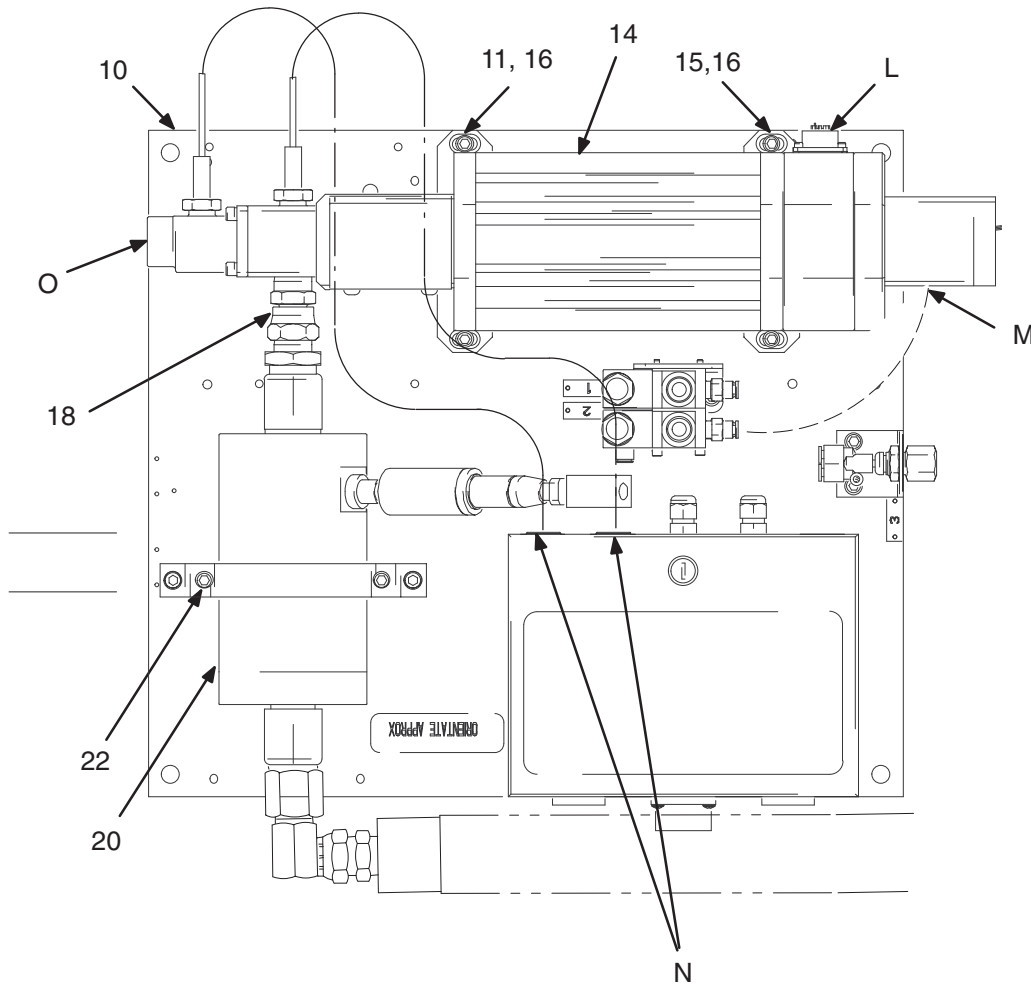

Fig. 14
1. Coloque la válvula dosificadora (14) en la placa de montaje (10). Sujétela con las ménsulas delantera y trasera de la válvula dosificadora (15 y 11) y los tornillos (16). Vea la Fig. 14.
2. Compruebe que el caudalímetro (20) y la válvula dosificadora (14) están alineadas.
3. Apriete la pieza de acoplamiento giratoria (18) a la entrada de producto de la válvula dosificadora. Vea la Fig. 14.
4. Conecte la línea de producto a la salida de producto de la válvula dosificadora (O).
5. Conecte el cable de alimentación del motor al conector de la válvula dosificadora (L).
6. Conecte los cables del sensor de presión a los conectores de la caja de empalmes (N).
7. Conecte la línea de aire del cerrador a la entrada de aire del cerrador (M).